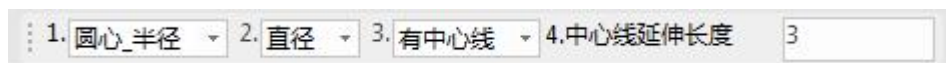

图 2-21 中心线选项
- 3) 单击立即菜单【3:】，则显示内容由【无中心线】变为【有中心线】，同时可以输入中心线的延长长度。如图 2-21 所示。